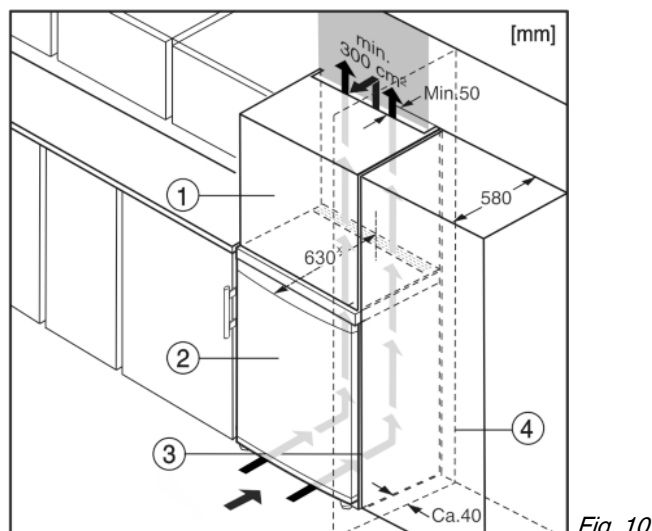

Fig. 10
- (1) Nástavná skříňka
- (2) Přístroj
- (3) Kuchyňská skříň
- (4) Stěna
Spotřebič lze zabudovat do kuchyňských skříní. K vyrovnání spotřebiče Fig. 10 (2) na výšku kuchyňské linky lze na přístroj nasadit nástavec Fig. 10 (1).
Při montáži do kuchyňských skříní (hloubka max. 580 mm) lze přístroj instalovat hned vedle kuchyňské skříně Fig. 10 (3). Přístroj přesahuje přední stěnu kuchyňské skříně na stranách o 34 mm* a uprostřed o 50 mm*.
Když se přístroj instaluje závěsy vedle stěny Fig. 10 (4), musí být vzdálenost přístroje od stěny alespoň 40 mm. To odpovídá přesahu madla při otevřených dveřích.